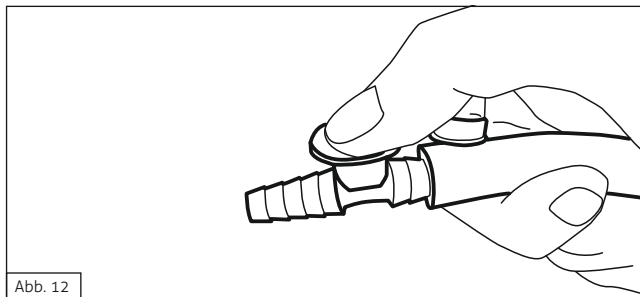

Abb. 12
3. Über die Nebenluftregulierung am Fingertip können Sie das eingestellte Vakuum zusätzlich feinregulieren (Abb. 12).
2. Steuern Sie den Absaugvorgang und das gewünschte Vakuum mit der Nebenluftöffnung am Fingertip (Abb. 12).